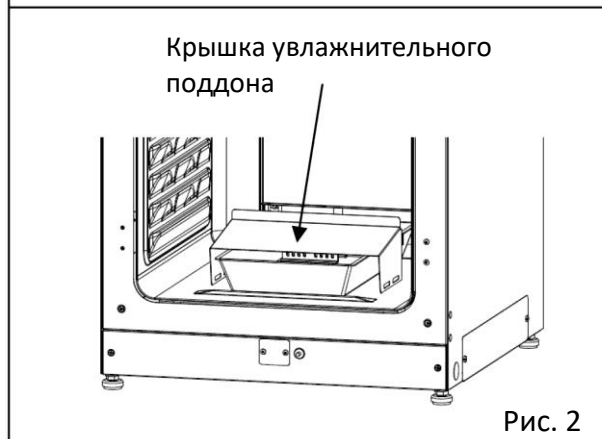

Рис. 2
3. Извлеките крышку увлажнительного поддона (Рис. 2).